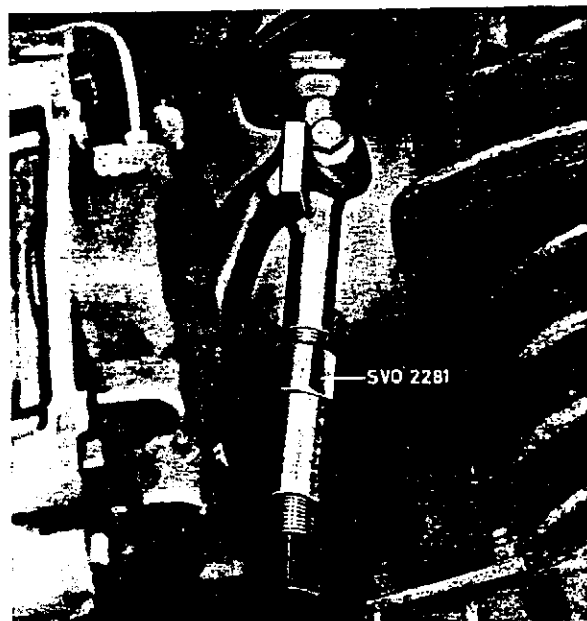

Abb. 30 Ausbau des unteren Kugelgelenkes
4. In Fahrzeugen mit Scheibenbremsen sind die Bremsleitungen vom Träger zu lösen und abzudichten. Werkzeug 2281 zwischen dem oberen und dem unteren Kugelgelenk gemäß Abb. 30 einspannen. Evtl. muß vorher der Träger für Bremsleitungen etwas zur Seite gebogen werden. Die Werkzeugspindel mit der Verstellmutter herausschrauben, bis das Werkzeug zu spannen beginnt. Danach an der Verstellmutter weiterschrauben, bis der Kugelzapfen nachgibt, jedoch höchstens $1\frac{1}{2}$ Drehung. Sitzt der Kugelzapfen so fest in der Öse, daß er diesem Preßdruck nicht nachgibt, darf mit leichten Hammerschlägen auf die Kugelgelenkhalterung am Achsschenkel